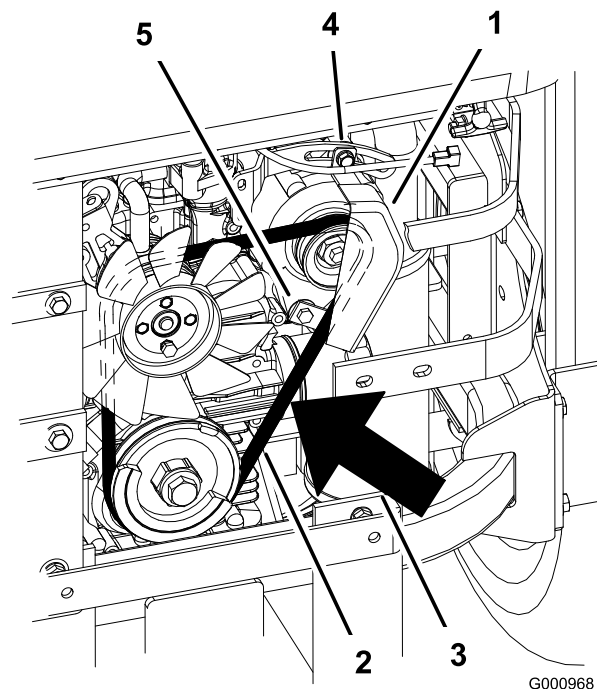

Bild 62
- Lösen Sie die untere Schraube und nehmen Sie die obere Schraube ab, mit denen die Lichtmaschine und die Abdeckung befestigt sind (Bild 62).
- Montieren Sie einen neuen Riemen um die Spannscheiben und die Lichtmaschine (Bild 62).
- Ziehen Sie die untere Schraube fest und setzen Sie die obere Schraube ein, mit denen die Lichtmaschine und die Abdeckung befestigt sind (Bild 62).
- Stellen Sie die Lichtmaschine nach außen ein, sodass der Riemen zwischen den Motor- und Lichtmaschinenspannscheiben 7 bis 9 mm durchhängt, und Sie eine Kraft von 10 kgf aufbringen (Bild 62).
- Wenn die Spannung richtig ist, ziehen Sie die untere und obere Schraube fest (Bild 62).